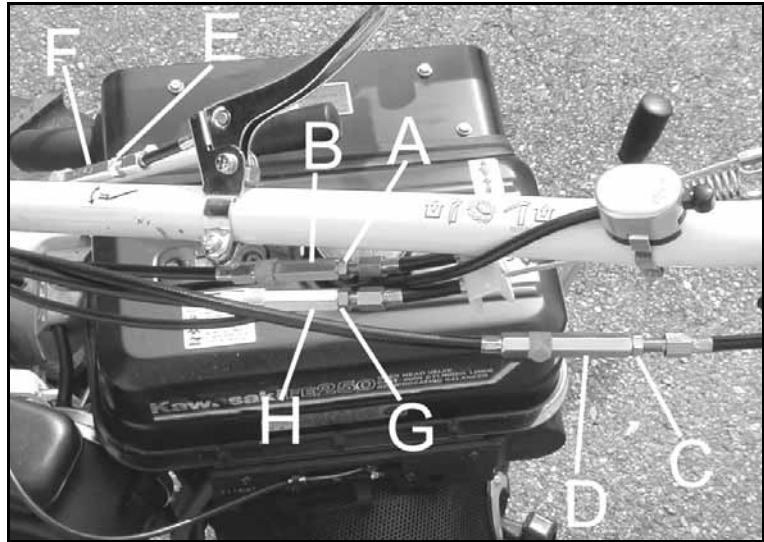

Figura 18
- Allentare il controdado (A, Figura 18) ed avvitare il registro B, per aumentare la tensione del cavo.
- Allentare il controdado (G, Figura 18) e svitare il registro H per diminuire la tensione del cavo.